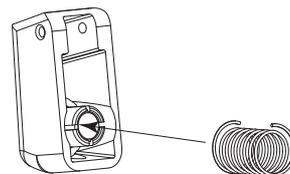

Figura 2
- Instalar a mola em volta do ímã (como indicado na figura 2).